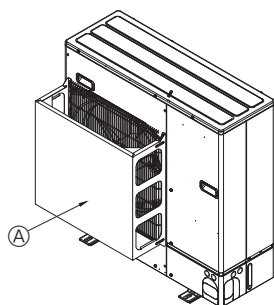

Fig. 2-5
- ② Installez un guide de protection d'air si l'appareil est installé à un endroit où des vents violents, en cas de typhon par exemple, risquent de souffler directement dans la sortie d'air. (Fig. 2-5)